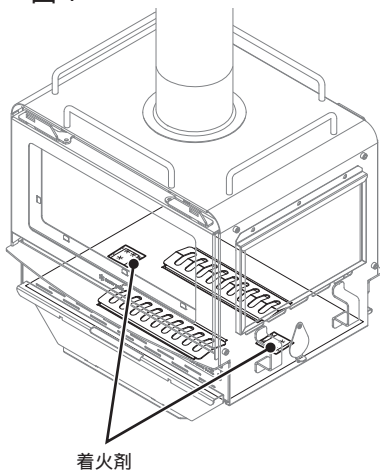

図 2
- ② 着火剤の火が届く位置に薪 針葉樹 数本(目安:4~5本)を設置してください(図2)。このときに、薪を入れすぎると空気がスムーズに入らず着火しないおそれがあります。また2次空気吹き出し口より高い位置まで薪は入れないでください。
- ③ 灰受けから空気をうまく取り入れるために図Aのように灰受けを一度外に引き出し、灰受け下部にある爪が本体に当たるまで閉めてください。このとき灰受けを最後まで締め切ってしまうと空気を取り込むことができず、着火できない可能性があります。
- ④ 着火穴を開けマッチなどで着火してください。着火剤に火が付いたら着火穴は必ず閉めてください。
- ⑤ ストープ内の全ての薪にしっかりと着火したら、灰受けを完全に締め切ってください。